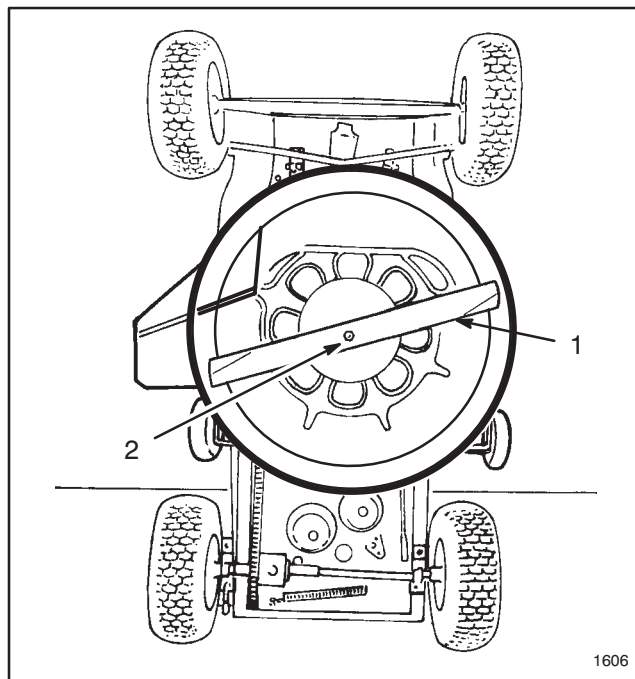

Figure 15
6. Tenir l'extrémité de la lame à l'aide d'un chiffon ou d'un gant épais, et enlever le boulon de la lame, la rondelle et la lame (Fig. 15).
9. Remonter dans l'ordre la lame, la rondelle puis le boulon (Fig. 15), et serrer le boulon à 61-81 Nm.
6. Débarrasser l'intérieur du carter de tondeuse (Fig. 15) de l'herbe et de la saleté qui y adhèrent en rinçant à l'aide d'un tuyau d'arrosage. Racler l'herbe et la saleté qui ne partent pas à l'eau, puis rincer de nouveau.